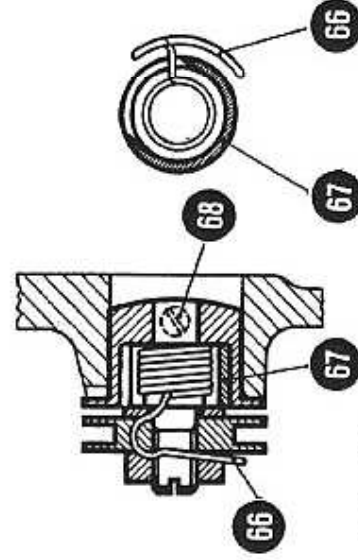

Abb. 23
Zu 9: Eine wesentliche Rolle beim Nähen spielt die Einstellung der Fadenregulierung. Die Fadenregulierungsfeder (66) soll in dem Augenblick auf ihre Raste aufsitzen, in welchem das Nadelöhr in das Nähgut eintritt. Man fädelt die Maschine ein und beobachtet bei Nähgut mittlerer Stärke den Nadeleintritt. In dem Augenblick, in dem das Nadelöhr in das Nähgut eintritt, muss der Faden lose werden (Abb. 23 und 24). Setzt die Feder (66) zu früh auf, dann ist der in der Büchse (69) sitzende Federanschlagring (67) so zu verdrehen, dass die Raste etwas höher zu liegen kommt, da die Feder nach oben schwingt.